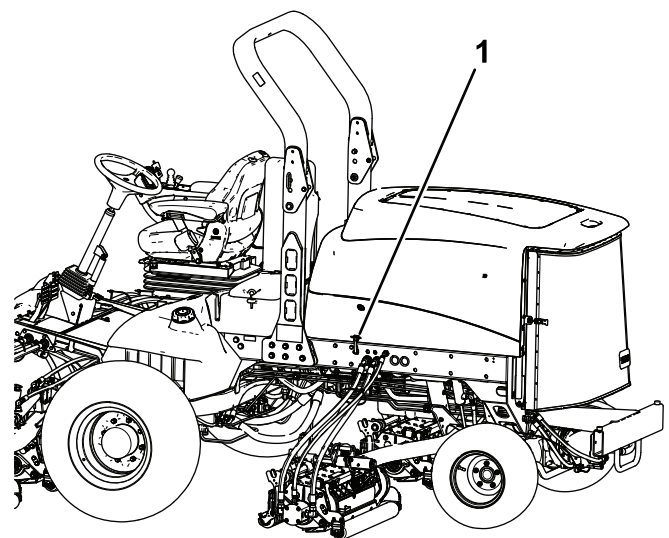

Bild 78
1. Lösen Sie die Motorhaubenriegel (Bild 78) und öffnen die Motorhaube.